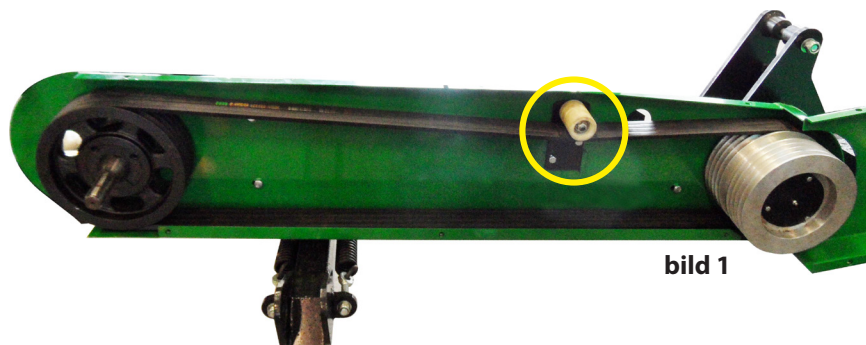

bild 1
1. Maskinen är utrustad med stödrullar (bild 1). Stödrullarna används inte för att spänna remmar utan fungerar endast som stöd åt kilremmar under drift. Justera stödrullarna genom att flytta fästplattan up och ner, justera vid behov.